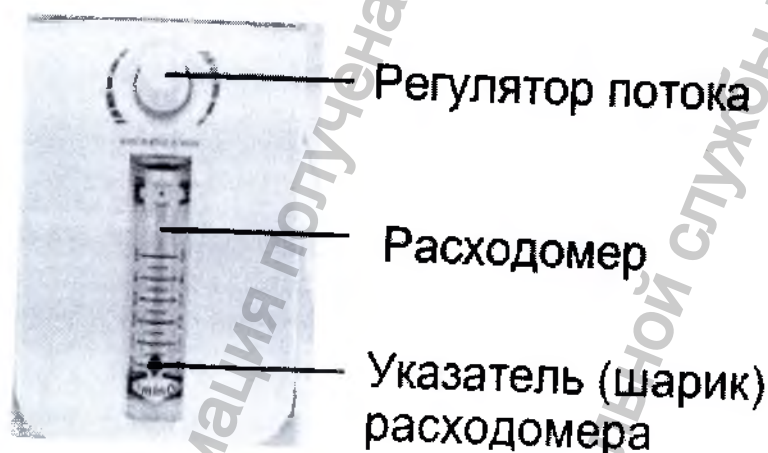

Рис. 12 – Панель управления с регулятором потока и расходомером
- 5) Регулятором потока установите скорость потока кислородно-воздушной смеси, используя показания расходомера в соответствии с медицинскими назначениями (рис. 12):